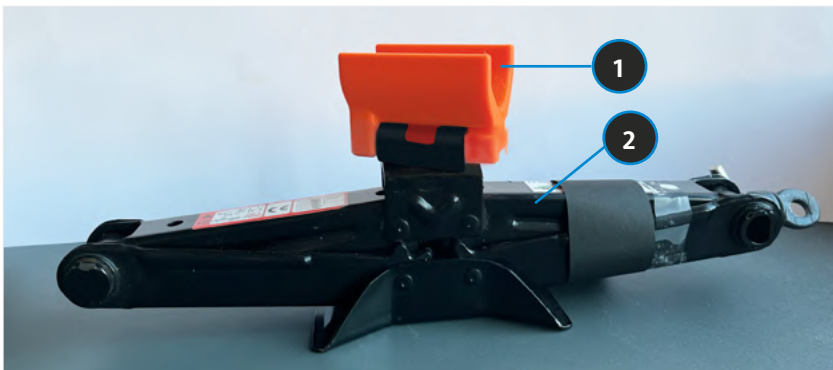
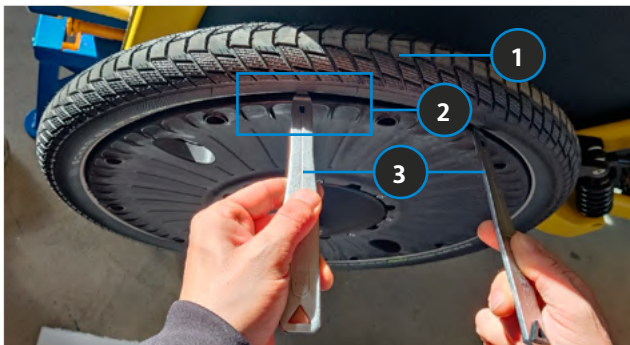

BILD 44 WAGENHEBER MIT ADAPTER
BILD 45 EINGRIFFSPOSITION: HEBELN IM BEREICH ZWISCHEN DEN FELGENSCHRAUBEN (BSP. HINTERRAD)
- Das INTELECTRA mit dem im Lieferumfang enthaltenen Wagenheber und Adapter (siehe Bild 45 auf Seite 61) so aufbocken, dass das Vorderrad frei in der Luft hängt (ca. 5–10 cm). Die richtigen Positionen zum Ansetzen des Wagenhebers sind wie folgt in Bild 43 (vorne) und Bild 44 (hinten) zu erkennen: